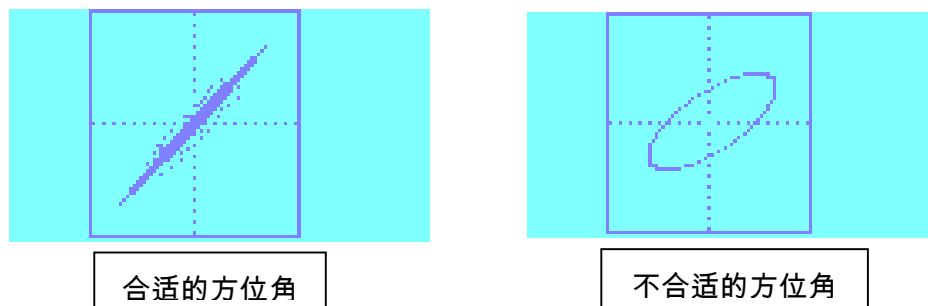
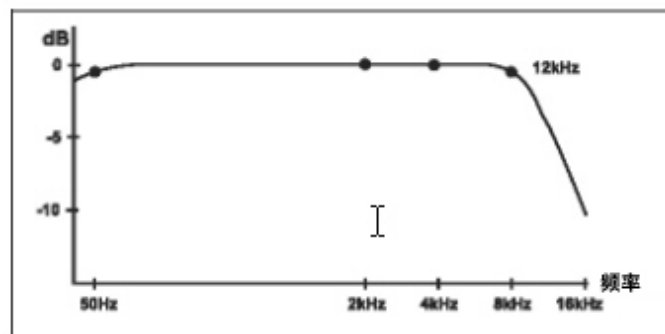

图 5. 方位角调节
图 6. 隙缝 EQ 分析器屏幕（典型）
焦距和方位角调节可互相影响。因此，请同时调节两者，直到实现最佳组合。其目的是为了获得“合适的方位角”图案，如图 5 所示，以及在 RTA 上生成最平坦的响应曲线，如图 6 所示。
- 要调节高频（HF）响应曲线，请内外移动镜头，并观察 RTA 上的图案（图 6）。示例可能并不代表您所要的结果。请尝试获取可能的最佳响应曲线。使用 XD10P 安装软件可以对最终的 HF 进行调节。详情请参阅第 9 页的隙缝 EQ 调节。